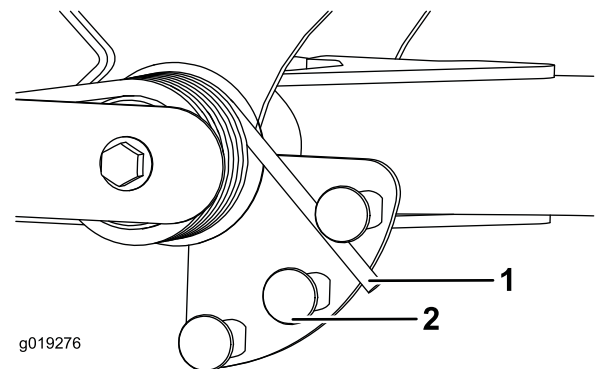

Figura 34
2. Inserite un tubo o un oggetto simile sull'estremità della molla lunga e giratelo attorno all'attuatore della molla nella posizione desiderata (Figura 34).